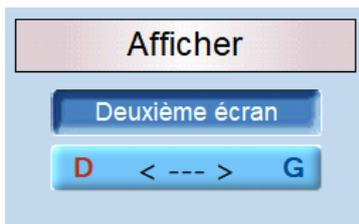

Figure 113
**D <---> G** : Choisissez de quel côté de l'écran les canaux droit et gauche doivent s'afficher (Figure 113).